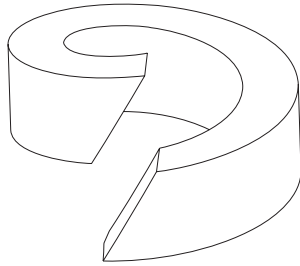

Bild 9: Packungsring
- Beim Zuschneiden der Stopfbuchsabdichtung von der Schnur auf einen schrägen Schnittverlauf achten (siehe Bild 9).